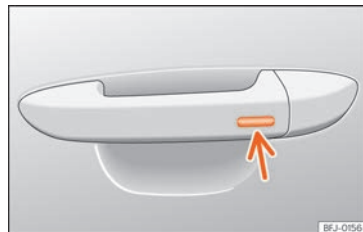

Abb. 91 Türgriff: Sensorfläche.
- Halten Sie einige Sekunden lang einen Finger über die Verriegelungssensorfläche »» **Abb. 91** (Pfeil) am Türgriff, damit das Dach geschlossen wird. Wenn Sie die Sensorfläche nicht mehr berühren, wird die Schließfunktion unterbrochen.